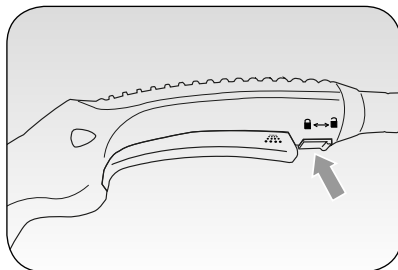

Fig. 4
A fim de impedir a ativação acidental da saída de vapor, é necessário deslocar o cursor de bloqueio/desbloqueio do vapor (B) de baixo para cima (☐); para desbloquear, desloque o cursor (B) de cima para baixo (☐) (Fig. 4).